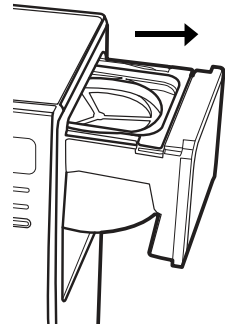

Figura 4
1. Abra la gaveta porta filtro (Figura 4).